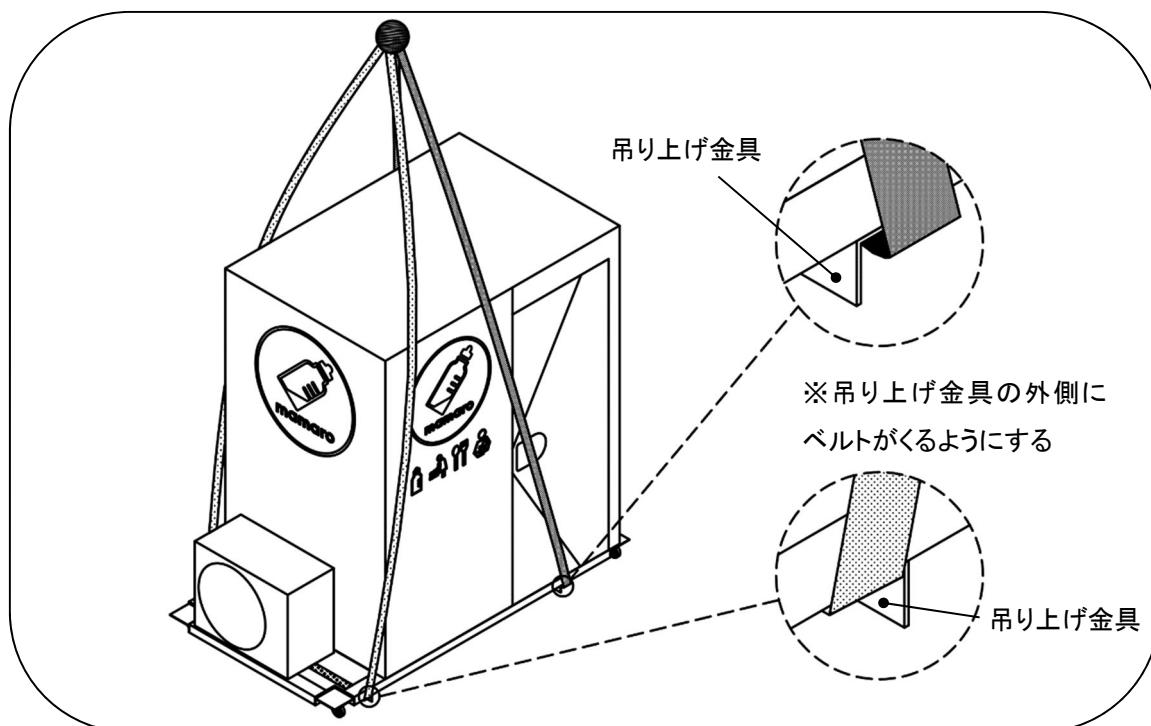

Fig. 3-3 吊り上げ用ベルトのかけ方
- ❗ 重心がエアコン側に寄っています。吊り上げ用ベルトを Fig. 3-3 のように前後の吊り上げ金具にかけ、2 本 4 点半掛け吊りにて垂直に吊り上げてください。このとき吊り上げるベルトと吊り上げ金具との位置関係は、必ず吊り上げ金具の外側にベルトが来るようかけてください。
- ① ユニットのキャスターをロックしてください。ロック付きのキャスターは後面側 2ヶ所になりますので両方ロックしてください。
- ② 吊り上げ用ベルトを Fig. 3-3 のように前後の吊り上げ金具にかけ、2本4点半掛け吊りにて垂直に吊り上げてください。このとき吊り上げるベルトと吊り上げ金具との位置関係は、必ず吊り上げ金具の外側にベルトが来るようかけてください。
- ③ 重心がエアコン側に寄っています。吊り上げ時は周囲の安全を確認し、荷振れ、接触等に注意し慎重に吊り上げてください。
- ④ 吊り上げ用ベルトは 9 m 以上のものを使用してください。2本のベルトは同じ長さのベルトを使用してください。